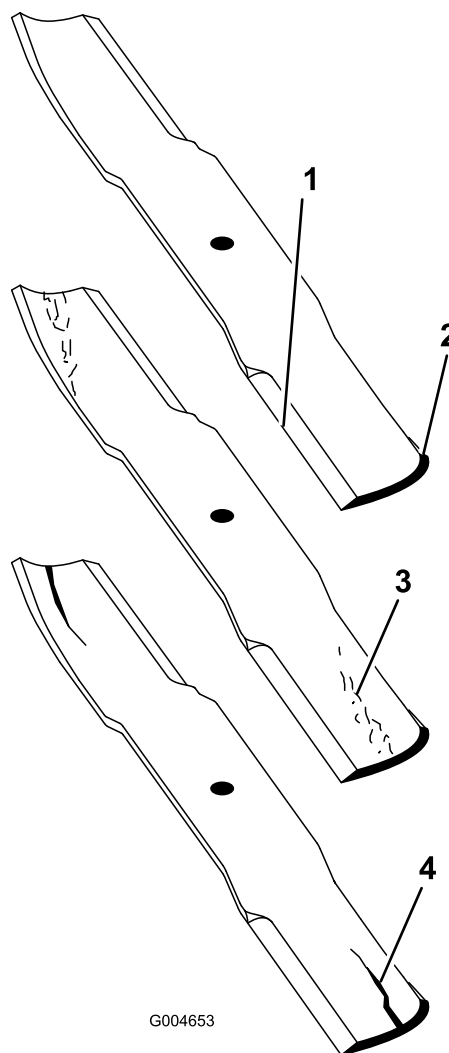

Figura 111
2. Examine cuidadosamente los extremos de corte de la cuchilla, sobre todo en el punto de reunión entre la parte plana y la parte curva de la cuchilla (Figura 111).
Nota: Puesto que la arena y cualquier material abrasivo pueden desgastar el metal que conecta las partes curva y plana de la cuchilla, compruebe la cuchilla antes de utilizar el cortacésped. Si se aprecia desgaste (Figura 111), cambie la cuchilla.